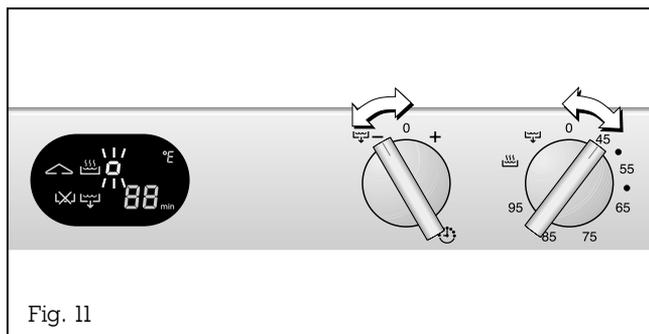

Fig. 11
- Ramenez le bouton « minuteur » en position 0. Sur l'afficheur, l'indication  (sécurité enfants) clignote (fig. 11). Vous pouvez maintenant tourner le bouton température dans une position quelconque sans que l'appareil chauffe.